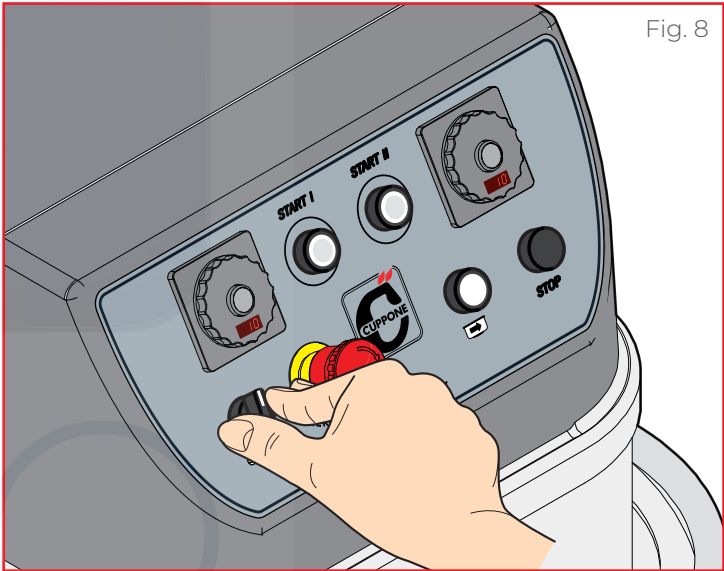

Fig. 8
► Fig. 8 Girando la **palanca** ⑦, es posible controlar la rotación de la cubeta (solo en manera **START I** - baja velocidad):